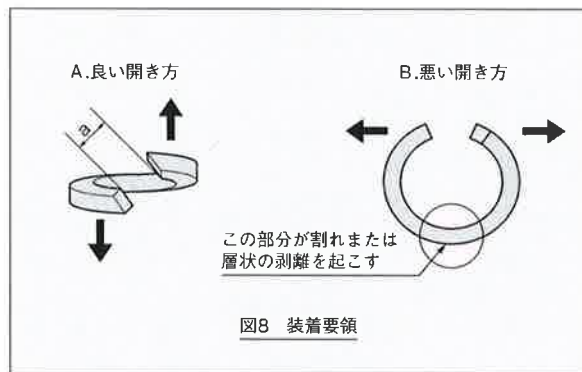

図8 装着要領
- (11)リング成形パッキンを装着する場合に、図8のAのように軸方向にねじるようにして開いてください。Bのように開くと“パッキン”が破損する場合があります。
- (12)図8のAの開口部(a)は、ステム径より大きく開かないでください。開き過ぎると“パッキン”が破損する場合があります。